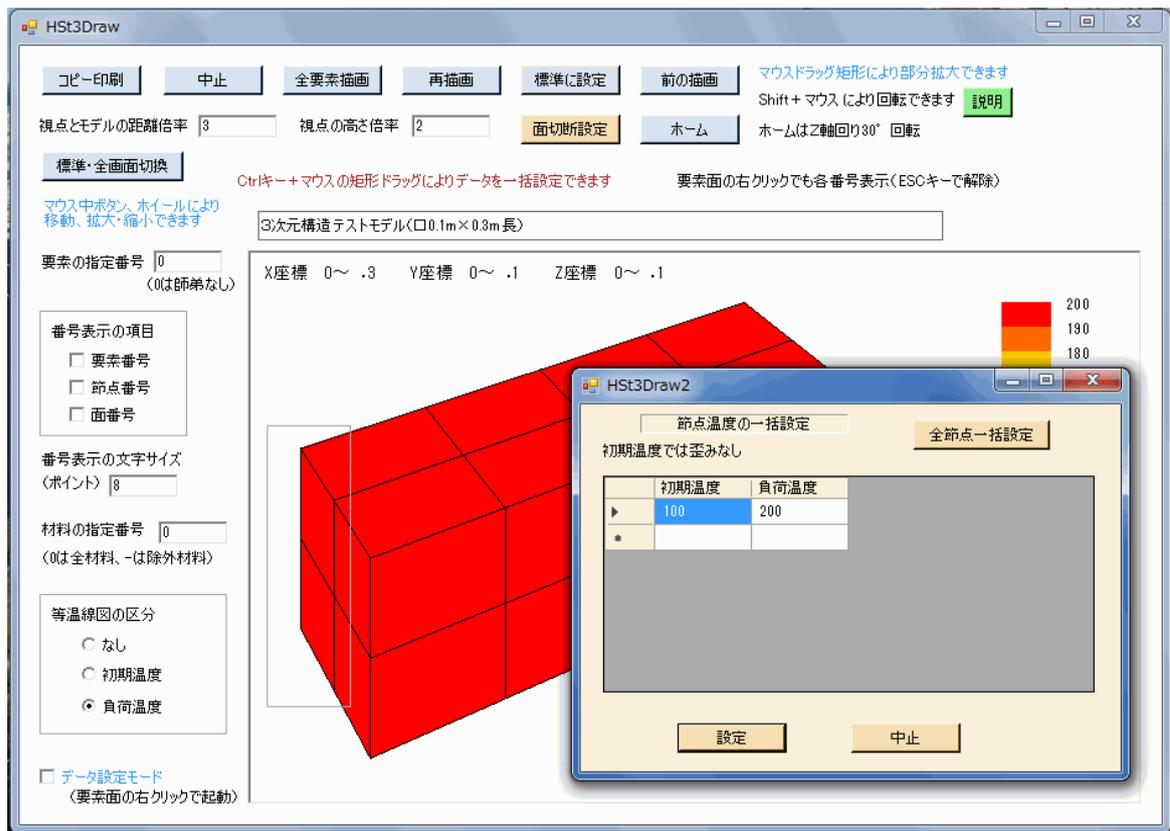

図5-22 構造作画の「Ctrlキー+マウス」ドラッグ矩形による一括設定の温度入力画面
19) 「Ctrlキー+マウス」で矩形ドラッグすると、図5-22のように一括設定の温度入力画面が出て、データ入力・変更を実施できます。同画面で画面で「設定」ボタンをクリックすると、データ変更が実施されます。なお、「全節点一括設定」ボタンは、温度設定が材料の場合は表示されません。